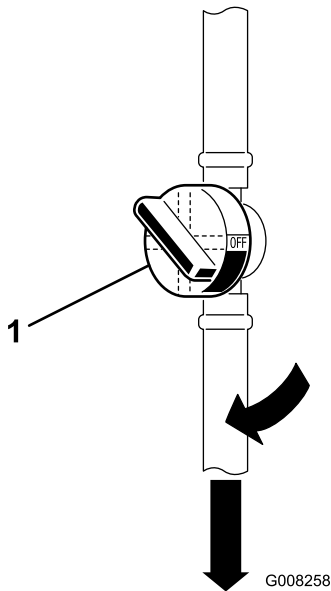

Bild 9
1. Öffnen Sie den Kraftstoffhahn, der sich zwischen dem Kraftstofftank und dem Motor befindet (Bild 9).